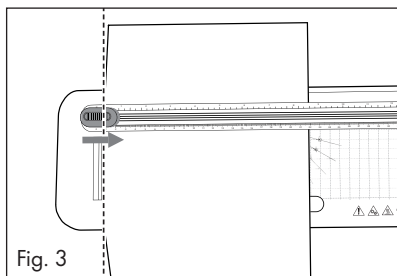

Fig. 3
- ▶ Lors de la découpe de documents, des bandes de papier peuvent rester dans la glissière de coupe ❸, difficiles à retirer.
- 1) Glissez la tête de coupe ❹ jusqu'en butée. La tête de coupe ❹ peut être glissée jusqu'aux deux extrémités de la glissière de coupe ❸.
- 2) Introduisez le papier/film sous la glissière de coupe ❸.
- 3) Utilisez les repères sur la règle de coupe ❶ pour aligner exactement le papier/film si vous souhaitez par exemple le raccourcir ou le couper en biais (voir fig. 3 et 4).